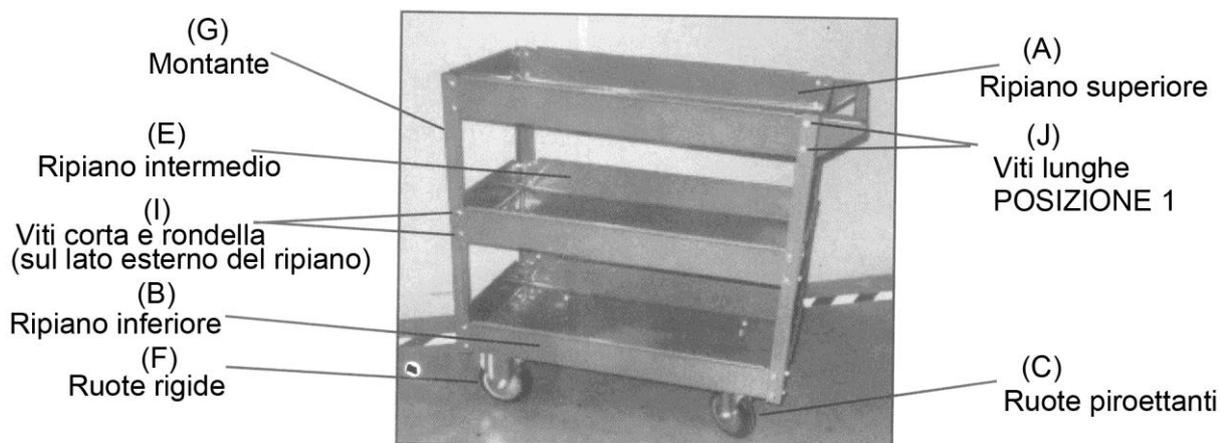

Figura 2
2. Dopo avere allineato i fori, fissate il ripiano intermedio (E) a tutti e 4 i montanti (G) usando le viti corte (I) e le rondelle sul lato esterno del ripiano (E). Le rondelle bloccanti e i dadi vanno posti all'interno del ripiano. **Vedi figura 2**